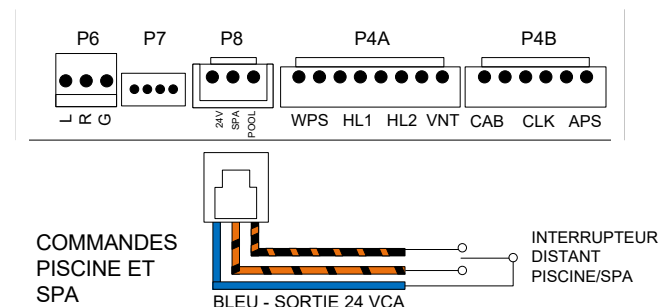

Figure 58. Harnais de câble 3 fils pour thermostat externe
7. Connectez le harnais de câble 3 fils pour thermostat externe au connecteur P8 et mettez l'appareil à ON, voir **Figure 58**.
5. Connectez le harnais de câble 3 fils pour thermostat externe au connecteur P8 et mettez l'appareil à ON, voir **Figure 58**.